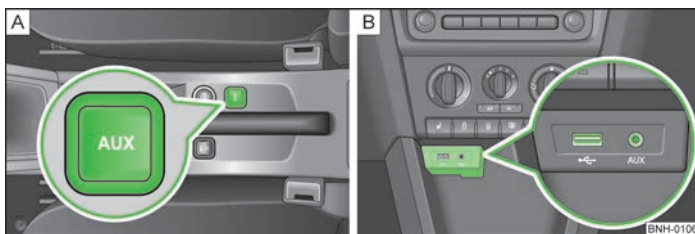

Abb. 75 AUX-IN-Eingang / MDI-Eingang
- zwischen den Vordersitzen in der Mittelkonsole » Abb. 75 - **A**;
- oberhalb des Ablagefachs in der Mittelkonsole vorn » Abb. 75 - **B**;
Der MDI-Eingang befindet sich oberhalb des Ablagefachs in der Mittelkonsole vorn » Abb. 75 - **B**.
Der USB-Eingang » Abb. 75 - **B** kann separat zum Anschließen z. B. eines USB-Sticks mit Audiodateien genutzt werden. Die Tonwiedergabe startet automatisch, sobald der USB-Stick angeschlossen wird.